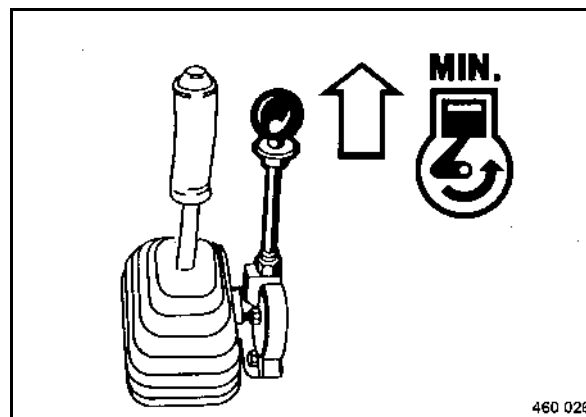

fig. 52
- Tirer le bouton de crantage et ramener le levier de réglage du régime (fig. 52) sur position "MIN" dès que le moteur tourne rond.